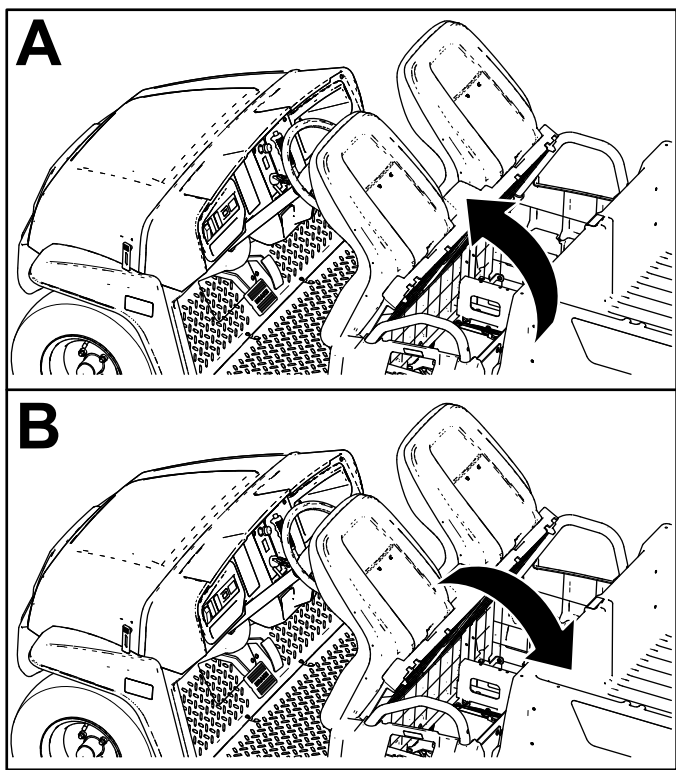

Figura 29
Para elevar el conjunto de asientos, empuje el conjunto de asientos hacia adelante hasta que descansen sobre el volante (Figura 29).
Para bajar el conjunto de asientos, empuje el conjunto hacia atrás hasta que encaje en su posición inicial (Figura 29).
1. Empuje el conjunto de asientos hacia adelante a la posición elevada (Figura 29).